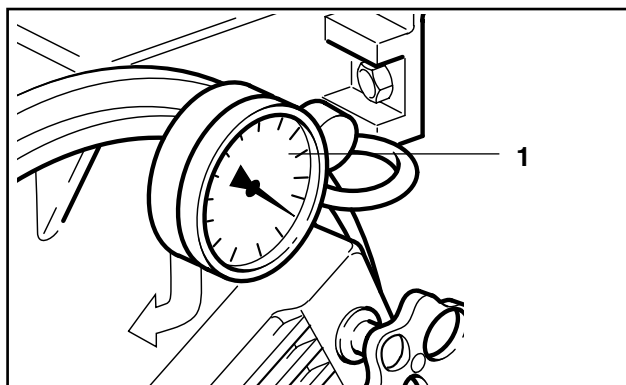
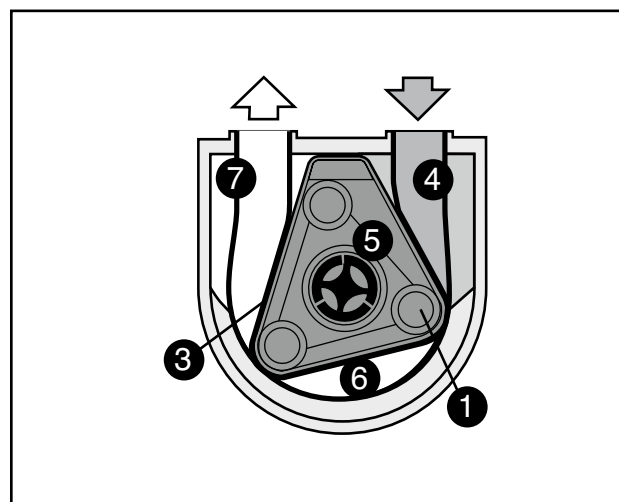

Fig. 3a 1 Indicador de vacío
Fig. 4 1 Rotor 5 Cavity interior
El indicador de vacío (Fig. 3a) unido a la cámara de aspiración (pos. 4, Fig. 4) no solo muestra la altura de succión momentánea de la bomba, sino que sirve también de instrumento avisador en caso de defectos. Cuando el indicador de vacío no muestra subpresión durante el funcionamiento, es imprescindible poner a punto la bomba.